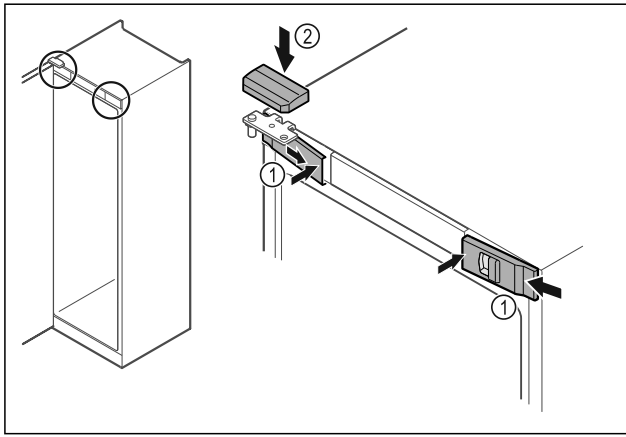

Fig. 36
- ▶ Zaháknite predné kryty Fig. 36 (1) naboku a zaistite ich vnútri.
- ▶ Zaistite horný kryt Fig. 36 (2) zhora.